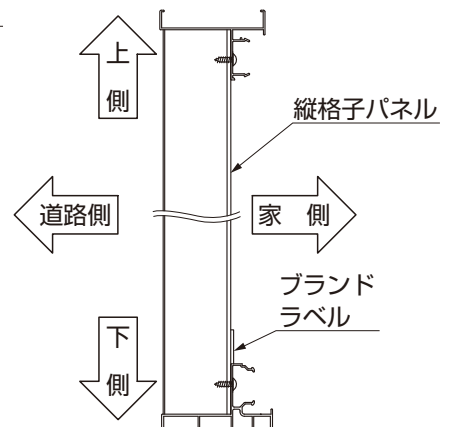

図5-3 パネル取付け方向
- 縦格子パネルには取付けの際 方向、向きがあります。(図5-3参照)